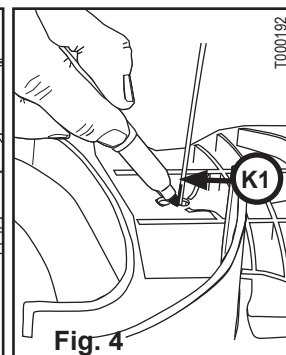

Fig. 4
5. Make a mark on K1 as shown (Fig. 4). Turn C right side up with back facing you.
5. Faites une marque sur **K1** tel qu'illustré (Fig. 4). Tournez **C** côté droit vers le haut, le dos vers vous.